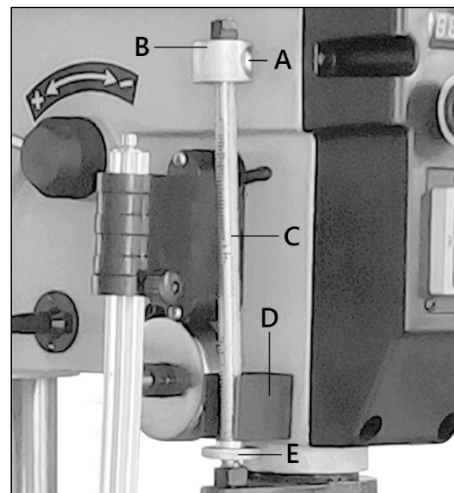

Рисунок 12.
При выключателе в положении ВКЛ, опустите ограничитель глубины сверления (B) на нужное положение на шкале (C), нажав кнопку (A). При сверлении ограничитель (B) будет упираться в кронштейн (D) (рис. 12). Вращая гайку (E), можно ограничить ход шпинделя.